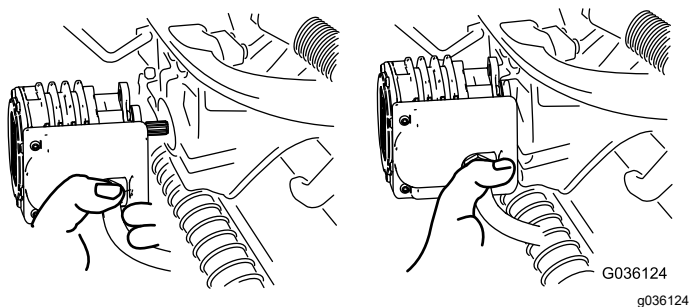

Figura 56
- Mueva el motor al lugar de almacenamiento en la parte delantera del brazo de suspensión (Figura 56).